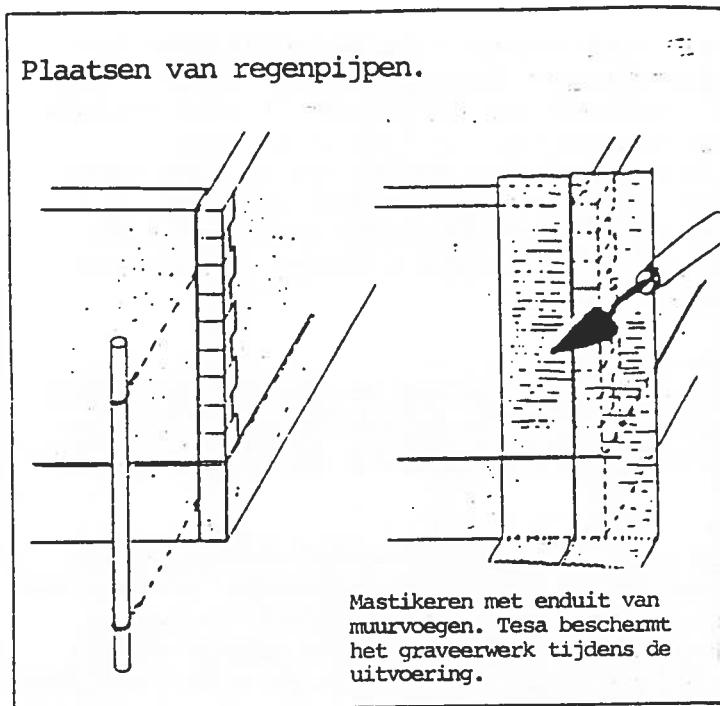

Fig. 3
- Assembleren van 2 of meerdere muren in éénzelfde plan (Goederenloods met verschillende plaatsen). Zie Fig. 3